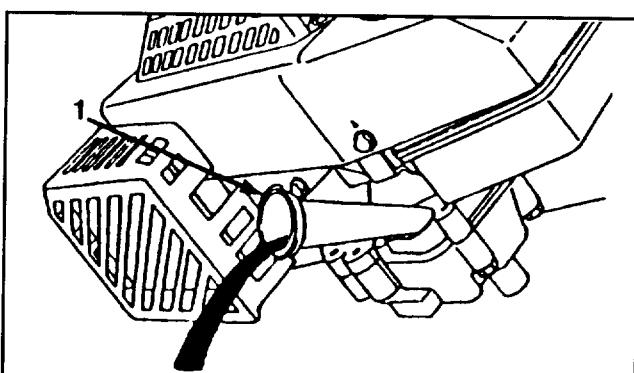

Abbildung 17
- 4.** Den Mäher auf die linke Seite kippen, damit das Öl in die Wanne ablaufen kann (Abb. 17).